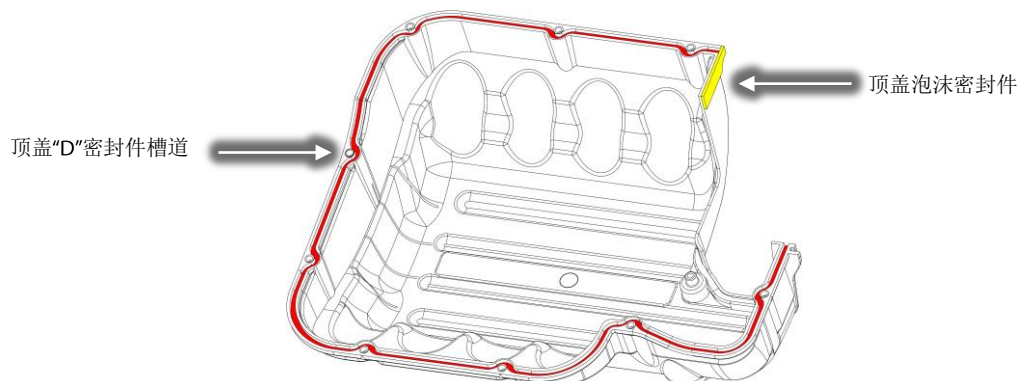

图 22 – 顶盖下侧
6. 返回轻轻按压密封件，确保它在所有位置都恰当固定。参见图 22（顶盖下侧）了解盖板下方密封件位置图示。